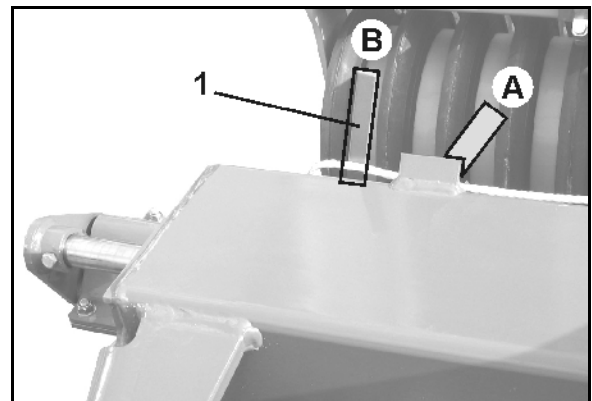

Fig. 39
- Fig. 39 - Right machine side, pos. B.